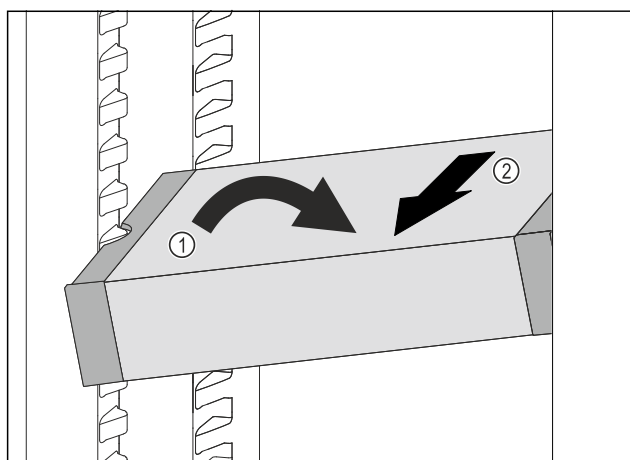

Fig. 223
- VarioSafe postavte v chladničce šikmo. Fig. 223 (1)
- VarioSafe odeberte směrem dopředu. Fig. 223 (2)